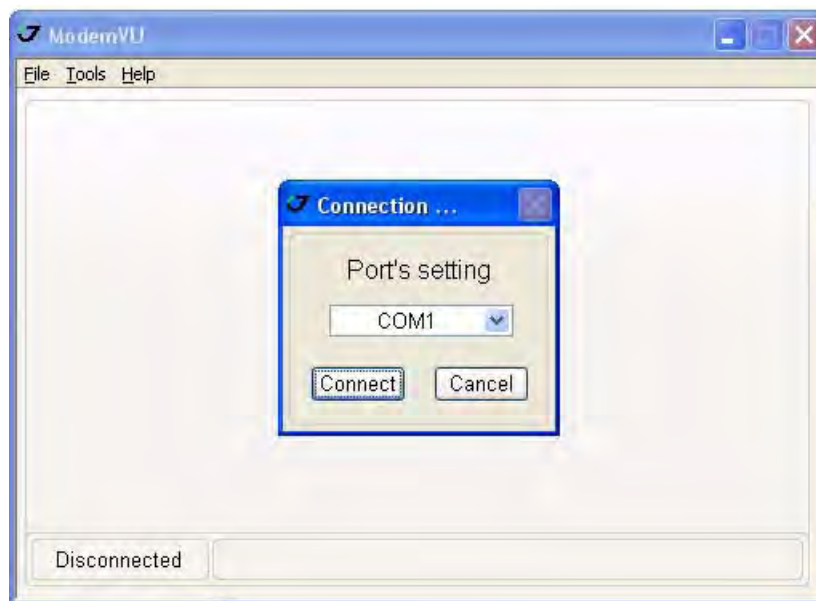

Рисунок 25. Соединение с ModemVU
5. Выберите нужный последовательный порт (COM-порт) компьютера, к которому подключен приемник, для установления связи с ПК и нажмите кнопку *Connect* (Рис. 25).